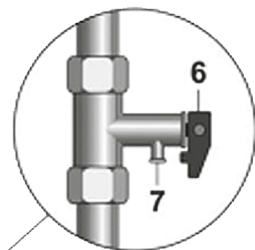

Рисунок 1. Схема подключения
Установить предохранительный клапан (Рис. 1, п. 5) на входе холодной воды (Рис. 1, п. 3), помеченном синим кольцом, закрутив на 3,5 - 4 оборота, обеспечив герметичность соединения любым уплотнительным материалом (льном, лентой ФУМ и др.).
Подключение к водопроводной системе производится в соответствии с Рис. 1 только при помощи медных, металлопластиковых или пластиковых труб, а также специальной гибкой сантехподводки. Запрещается использовать гибкую подводку бывшую ранее в употреблении. Рекомендуется подавать воду в ЭВН через фильтр-грязевик, установленный на магистрали холодной воды (не входит в комплект поставки).
После подключения откройте вентиль подачи холодной воды (Рис. 1, п.10) в ЭВН, кран выхода горячей воды из ЭВН (Рис. 1, п. 11) и кран горячей воды на смесителе, чтобы обеспечить отток воздуха из водонагревателя. При конечном заполнении ЭВН из крана смесителя непрерывной струей потечет холодная вода.
**Примечание:** для облегчения обслуживания ЭВН в процессе эксплуатации рекомендуется установка сливного вентиля (Рис. 1, п. 4) в соответствии с рис. 1 (для моделей, не оборудованных сливным патрубком (не входит в комплект поставки ЭВН)).